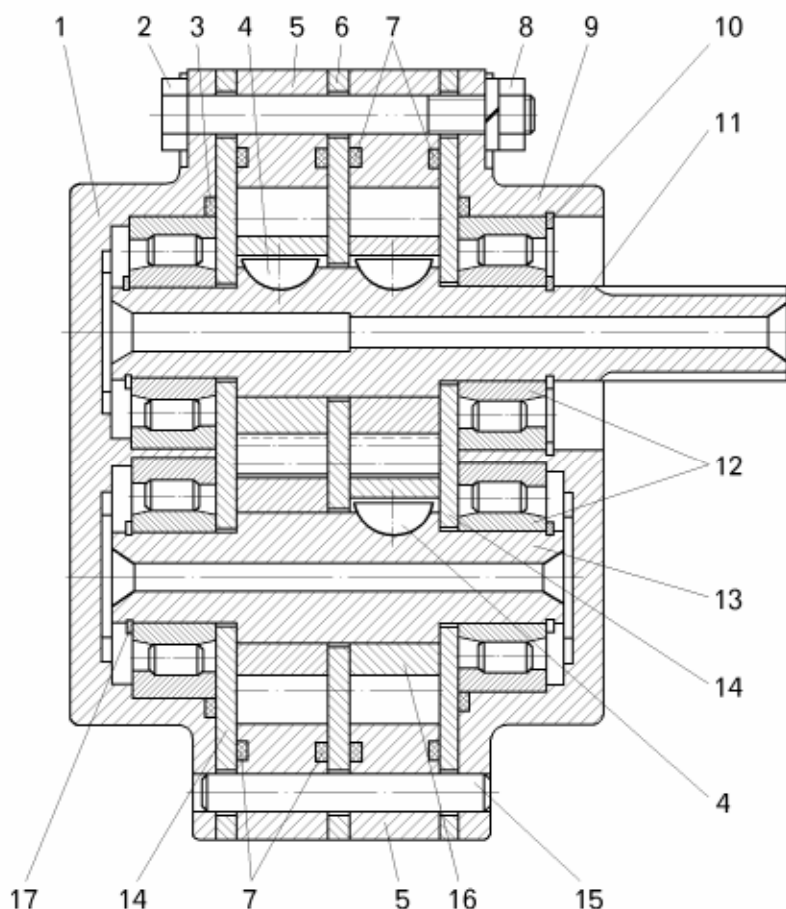

Рисунок 6.16 – Масляный насос:
- отвернуть гайки 8 (рисунок 6.16) болтов 2, соединяющих крышки главной 1 и гидротрансформаторной 9 секций насоса, и два корпуса 5 насоса, и вынуть болты 2;